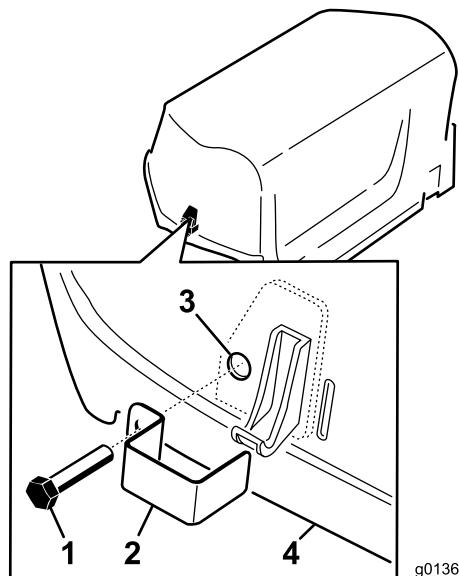

Figura 7
1. Instale o bloqueio do fecho sobre os fechos do capot do lado esquerdo e lado direito (Figura 7) com um parafuso de cabeça hexagonal (dois no total).
- Utilizando um alicate ou uma chave ajustável, aperte uma anilha de bloqueio interna em cada parafuso (1 a 2 roscas) para prender os parafusos (Figura 7).